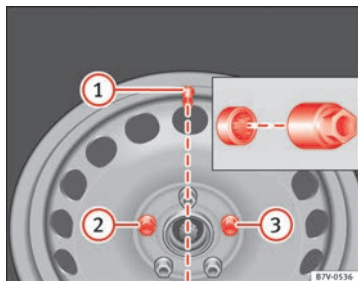

Fig. 185 Cambio di una ruota: Valvola dello pneumatico ① e posizione del bullone antifurto ② o ③.
Prima di posizionare il copricerchio integrale, verificare che la vite antifurto della ruota sia avvitata in posizione ⇒ fig. 185 ② o ③. In caso contrario, non sarà possibile montare il copricerchio integrale.
Premere il copricerchio integrale contro il cerchio in modo che il foro della valvola coincida con la valvola dello pneumatico ⇒ fig. 185 ①. Assicurarsi che il copricerchio sia incastrato correttamente lungo tutta la circonferenza. ■
Nelle ruote dotate di coprimozzo integrale, verificare che il bullone antifurto della ruota sia avvitato in posizione ⇒ fig. 185 ② o ③. In caso contrario, non sarà possibile montare il coperchietto integrale.
- Avvitare il bullone antifurto della ruota con l'adattatore in posizione ⇒ fig. 185 ② o ③ in senso orario e serrarlo leggermente.